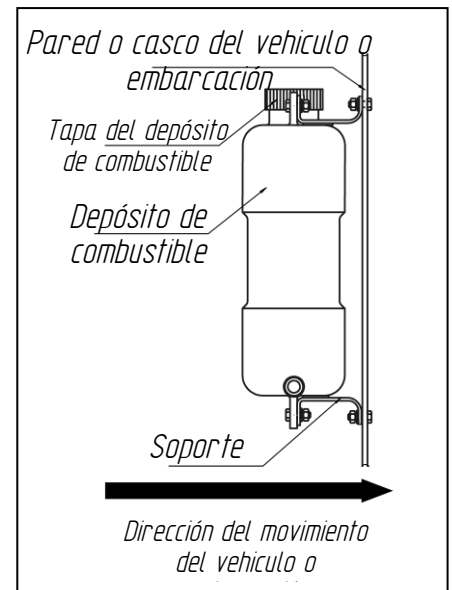

Fig. 16 - Instalación del depósito de combustible
Considere la conveniencia de cargar combustible en el depósito al instalarlo (Fig. 16). Instale el depósito de combustible de tal manera que la cantidad de combustible y sus posibles fugas en la entrada, la boquilla de succión o las conexiones se puedan controlar visualmente.
**El depósito de combustible se debe instalar con su lado ancho perpendicular a la dirección del movimiento del vehículo o embarcación (vea la Fig. 16).**